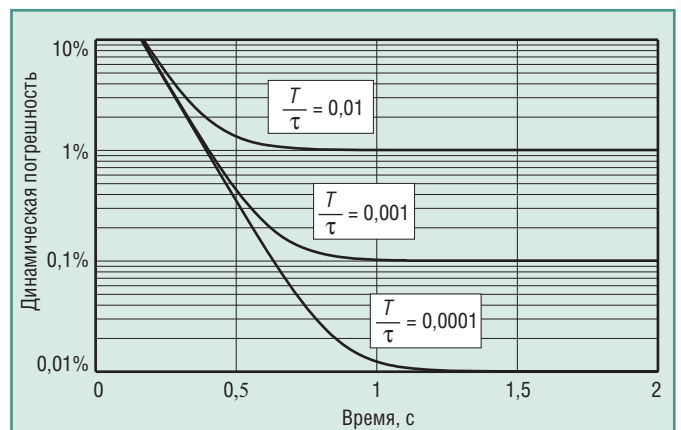

Рис. 4. Зависимость модуля динамической погрешности от времени при  $x_0/x_{\max} = 0,5$  и  $T = 0,1$  с для модуля ввода с фильтром первого порядка
Графики зависимости модуля динамической погрешности от времени, построенные по выражению (17) при  $x_0/x_{\max} = 0,5$ , показаны на рис. 4. Например, если постоянная времени фильтра первого порядка  $T$  равна 1 с, то для того чтобы динамическая погрешность не превышала 0,1%, отношение  $T/\tau$  должно быть не более 0,001 (рис. 4), откуда  $\tau > 1000T$ , то есть скорость нарастания входного сигнала должна быть такой, чтобы интервал от  $x(t) = 0$  до  $x_{\max}$  был пройден за
Таким образом, для многоканальной системы сбора данных с одним АЦП и коммутацией входных каналов (рис. 1) динамическая погрешность измерений *не зависит от формы измеряемого сигнала* и её величину можно оценить по графику на рис. 4 или по формуле (17).